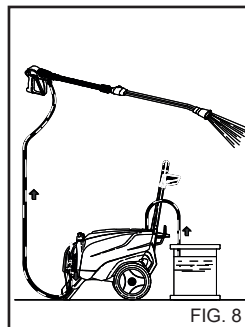

FIG. 8
Etter å ha brukt et vaskemiddel må inntakskretsen for vaskemiddel skylles godt med rent vann, (fig. 8).
- 1) Etter bruk med vaskemiddel må vannsystemet med høyt trykk skylles. La vannet gå i 1 minutt med doseringskranen lukket igjen. (fig. 8).
- 4) Etter bruk med vaskemiddel må vannsystemet med høyt trykk skylles. La pumpen gå i 1 minutt med doseringskranen lukket igjen. (fig. 8).